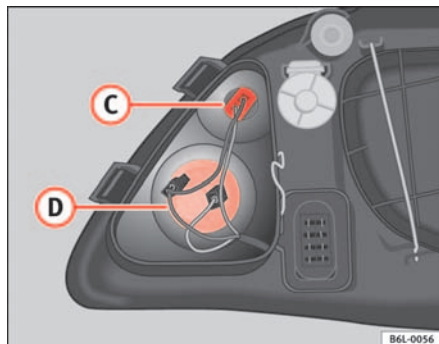

Fig. 149 Luz intermitente
- Gire hacia la izquierda el portalámparas y extráigalo de su alojamiento ⇒ fig. 149 ①.